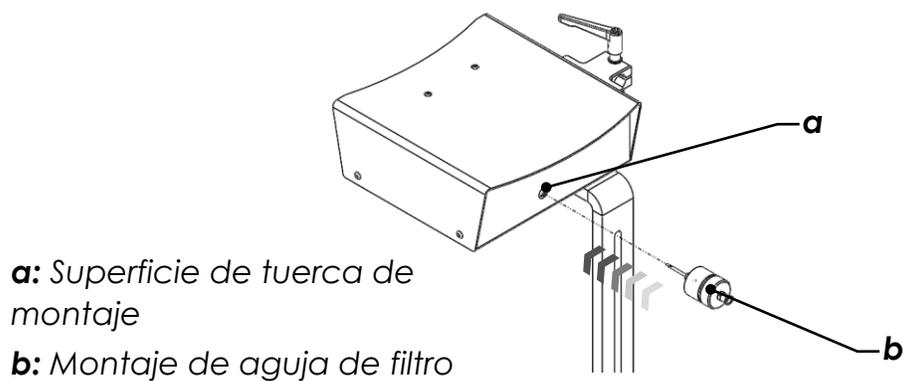

Figura 11
- Sujete el ensamblaje de la aguja de filtro en la tuerca diseñada en el sistema de tinta (vea la Figura 11).